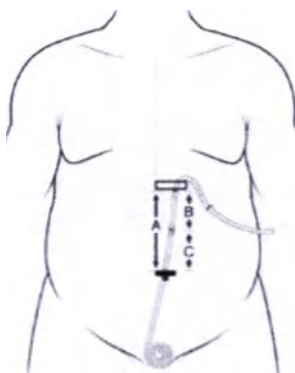

Рисунок 8
3) место, где два катетера будут соединены друг с другом. Эти инструкции предполагают, что места первичного и вторичного разрезов были отмечены в ходе предоперационной подготовки пациента. См. рисунок 8.
2. Запишите это расстояние, "А", в сантиметрах, между местами первичного и вторичного разрезов. Это расстояние, А, представляет собой общую длину, необходимую при совмещении верхнего и нижнего катетеров. См. рисунок 8.